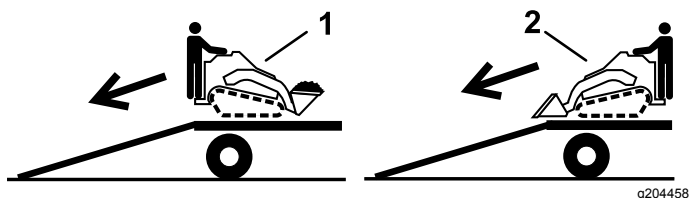

Рисунок 37
2. При выгрузке машины с прицепа по наклонному въезду более тяжелая часть машины должна быть обращена вверх, при этом грузы должны быть опущенными (Рисунок 37).